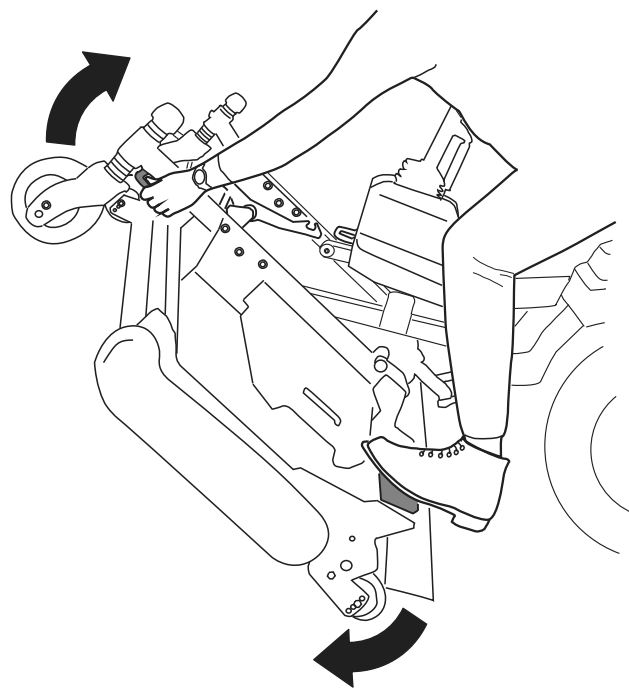
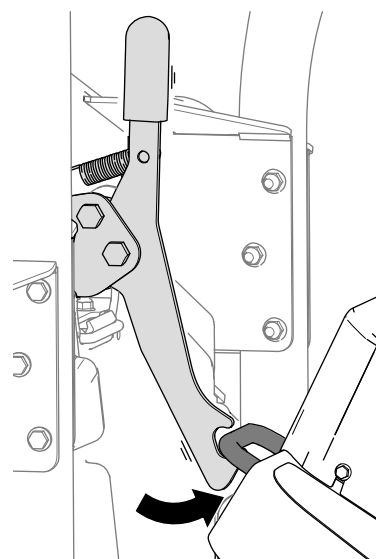

Figure 39
Figure 40
5. Tournez l'unité de coupe (Figure 39) de sorte que le verrou s'enclenche sur l'anneau d'arrimage (Figure 40).
1. Dégagez le verrou de l'unité de coupe de l'anneau d'arrimage (Figure 41) en faisant pivoter légèrement l'unité de coupe vers l'avant (voir Figure 39) et en tirant la poignée de verrouillage vers l'avant.